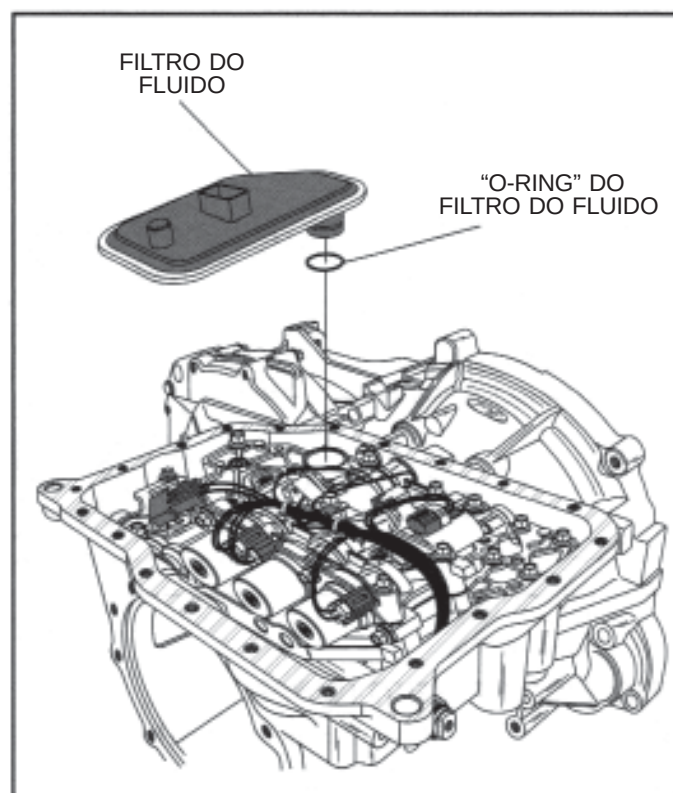

Figura 35
31. Puxe para cima e remova o filtro do fluido, conforme ilustrado na Figura 35.